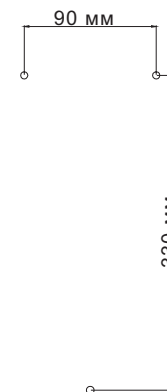

Рис. 3 Расстояние отверстий на стене
- 7.4. Отметьте на стене размеры крепежных отверстий; затем просверлите 3 отверстия диаметром 6 мм, вставьте в стену 3 дюбеля и вкрутите саморезы в два верхних дюбеля не до конца, чтобы крепление водонагревателя могло повиснуть на саморезах. См. рис. 3